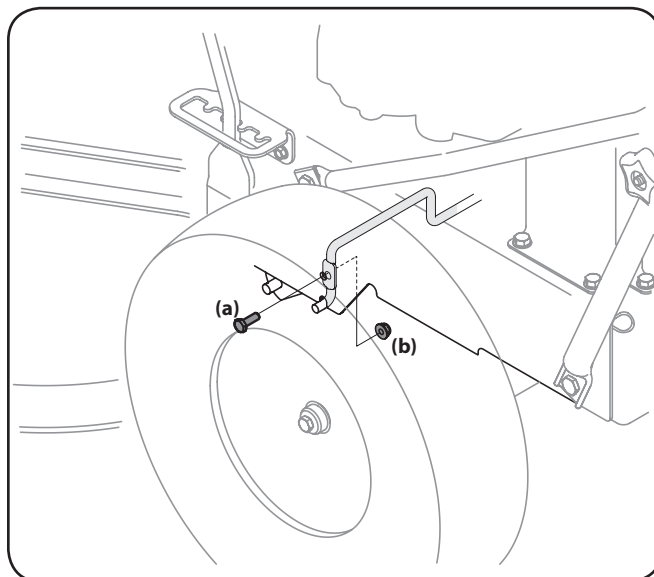

Figure 7-2
5. Retirez le boulon (a) et l'écrou à bride (b) qui retiennent la tige de retenue de la courroie au côté gauche du châssis de la tondeuse. Voir Figure 7-2.
3. Retirez le garde-courroie comme indiqué à l'étape 6 de la section Démontage du plateau de coupe à la page 22. Voir Figure 7-2.